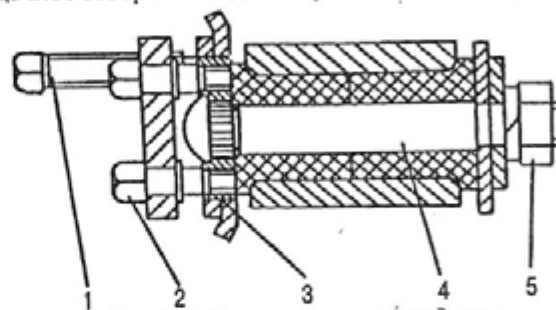

Рис. 267. Съемник пальца переднего кронштейна задней рессоры: 1 и 2 - винты; 3 - шайба; 4 - палец; 5 - гайка
4. Выпрессовать палец 4 (рис. 267) переднего конца рессоры следующим образом: